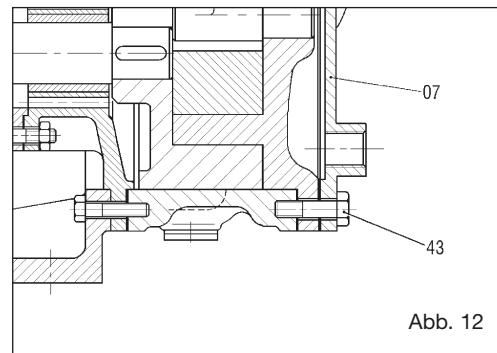

Abb. 12
- Falls die Pumpe mit einer Heizkammer auf der Abdeckung ausgestattet ist (07), so wird diese von der Abdeckung getrennt, sobald die Schrauben (43) entfernt werden (siehe Abb. 12). Darauf achten, dass die Dichtungen nicht beschädigt werden; anderenfalls müssen sie ersetzt werden.